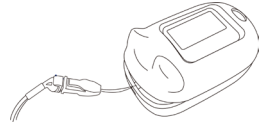

Figure 4 Montering av hängande rep
- Se bild 4 och sätt in två AAA-batterier ordentligt i rätt riktning.